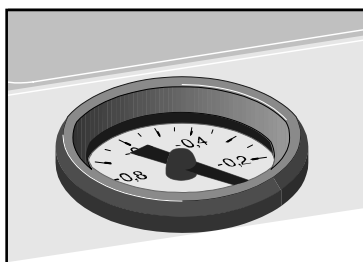
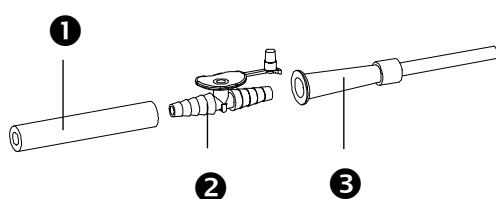

Bild 3. Vakuummeter
Bild 4.
- Stellen Sie Ihr gewünschtes maximales Vakuum ein, indem Sie die Saugschlauchöffnung (➊, Bild 4) zuhalten und das Vakuum aufbauen lassen. Dann öffnen Sie den Vakuumregler (➋, Bild 1, S. 4) soweit, bis das Vakuummeter das gewünschte Vakuum anzeigt (Bild 3).
- Wählen Sie einen Absaugkatheter (z.B. von Unoplast, ➌, Bild 4, diese sind bei ATMOS in 3 Größen erhältlich) in der richtigen Größe oder ein Absaugbesteck, das Ihnen der Fachhandel bereitstellen kann.
- Verbinden Sie den Saugschlauch (➊, Bild 4) und den Absaugkatheter (➌, Bild 4) mit Hilfe des Fingertip (➋, Bild 4).